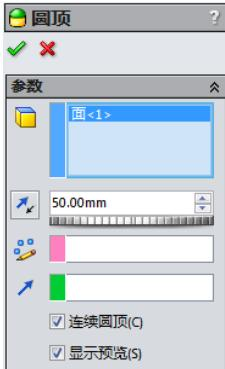

图 4-10 “圆顶”属性管理器
**04** 执行圆顶命令。在菜单栏中选择“插入”→“特征”→“圆顶”命令，或者单击“特征”工具栏中的“圆顶”图标按钮，此时系统弹出如图 4-10 所示的“圆顶”属性管理器。